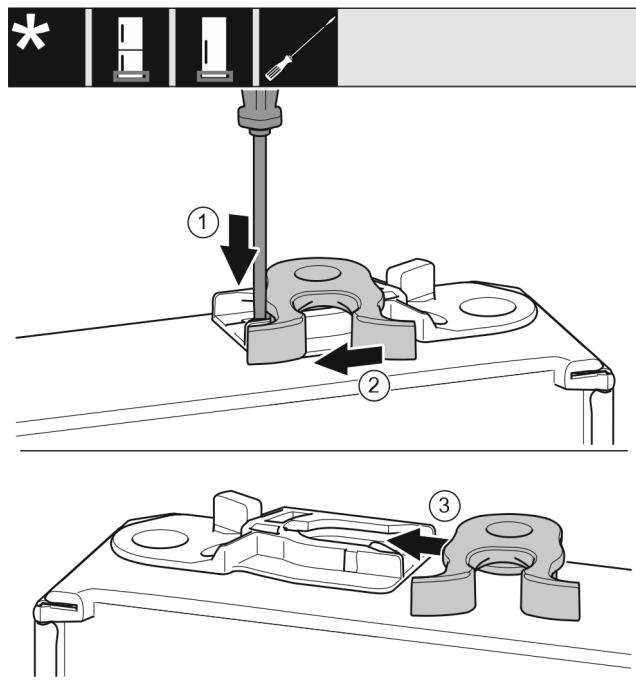

Fig. 31
- Lasche Fig. 31 (1) mit Schlitzschraubendreher nach unten drücken.
- Schließhaken Fig. 31 (2) aus Führung ziehen.
- Schließhaken Fig. 31 (3) auf anderer Seite in Führung schieben.